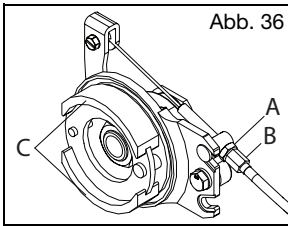

Abb. 36
VORSICHT: Wenn Sie Ihren Rollstuhl mit entfernten Trommelbremsen verstauen oder transportieren, achten Sie darauf, die freiliegenden Bremsbeläge nicht zu beschädigen. Dies kann zu Schäden an Ihrem Rollstuhl führen und den korrekten Betrieb der Trommelbremsen beeinflussen (Abb. 36:C).
- a. Verwenden Sie einen 10-mm-Schlüssel, zum Lösen der Gegenmutter (Abb. 36:A) auf dem Einsteller (Abb. 36:B). Schrauben Sie den Einsteller heraus, um eine stärkere Bremswirkung zu erzielen, oder schrauben Sie den Einsteller hinein, um die Bremswirkung zu verringern.